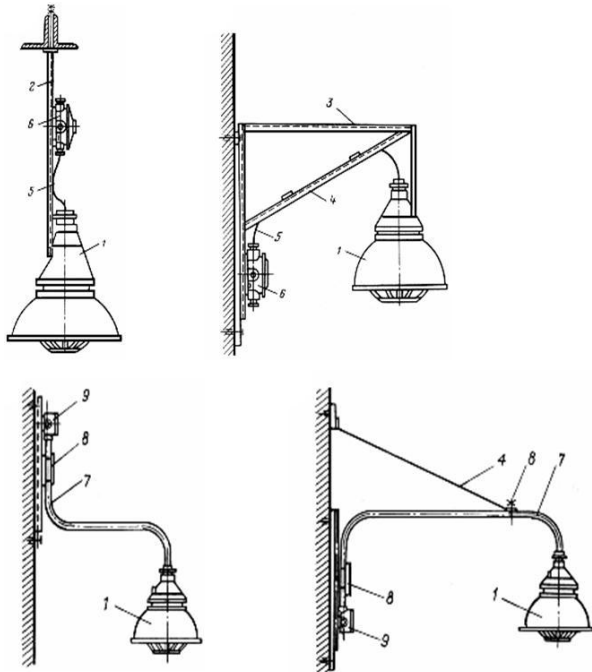

Рис. 21. Крепление световых приборов.
10. Назовите элемент 6, изображённый на рис. 21